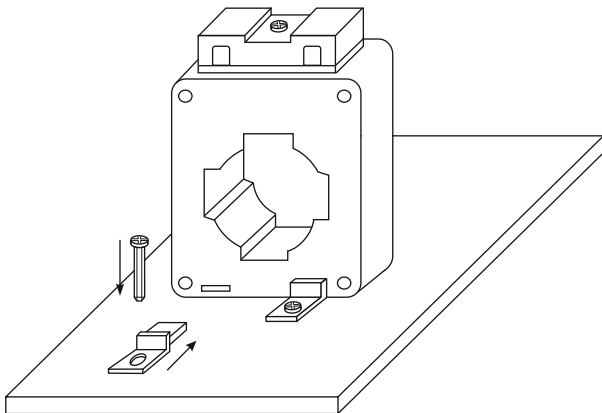

Рисунок 6 – Установка трансформаторов на монтажной панели в щитовом оборудовании при помощи держателей.
– на монтажной панели в щитовом оборудовании при помощи держателей (рисунок 6).